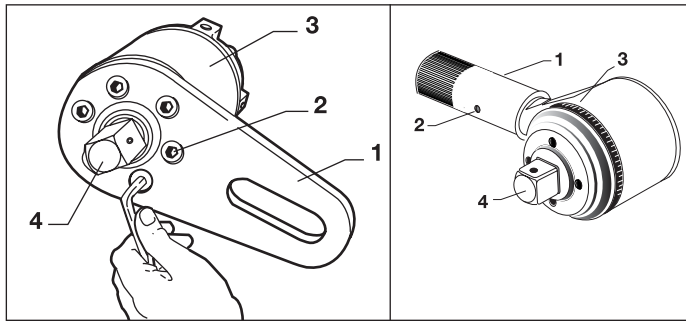

Fig. 1 – De afsteunplaat vervangen
Een vierkantaandrijving met breekpen (fig. 1, item 4) beschermt de inwendige onderdelen, voor het geval het maximale uitgaande moment wordt overschreden. Deze overbelasting-beschermingsfunctie veroorzaakt een breuk in de breekpen wanneer het uitgaande moment met 103 tot 110% wordt overschreden. Bij de krachtvermeerderaars (E391, E392, E393, E492, E493, E494, E495) wordt één vervangingsaandrijving bijgeleverd. (Extra vervangingsonderdelen moeten bij uw Enerpac-distributeur worden besteld.)
3. Gebruik de juiste maat (zeskant)dop met binnenvierkant op de uitwendige vierkantaandrijving van de krachtvermeerderaar. (fig. 1, item 4). Plaats de dop met krachtvermeerderaar op de bout of moer die moet worden vast-, of losgedraaid.